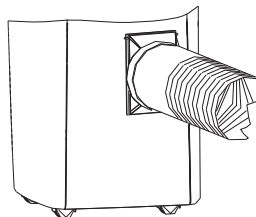

Fig. 10
11. Montaje finalizado del conducto extractor de aire y sus accesorios, como en el diagrama de la Fig10 ilustrada.